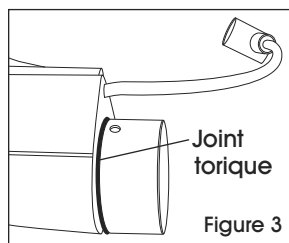

Figure 3
3. Before attaching the head to the end of the extension, inspect the #33 O-Ring for damage and replace if necessary. (See Figure 3)
3. Avant de fixer la tête à l'extrémité de la rallonge, inspectez le joint torique n° 33 pour vérifier s'il est endommagé et remplacez-le au besoin. (Voir Figure 3)